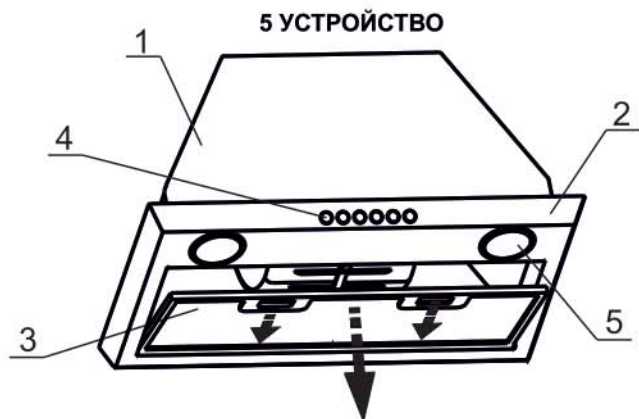

РИС. 3
8.4 Для очистки алюминиевого фильтра извлеките его из зонта (рис.3) и произведите его очистку с помощью щетки водным раствором нейтрального моющего средства вручную или в посудомоечной машине (при 60°C). Сильно загрязненный фильтр не следует мыть в посудомоечной машине.
- снимите алюминиевый фильтр, (рис. 3);
- снимите алюминиевый фильтр блока, для этого нажмите на пружинные замки на фильтре и потяните его вниз и на себя (рис.3);